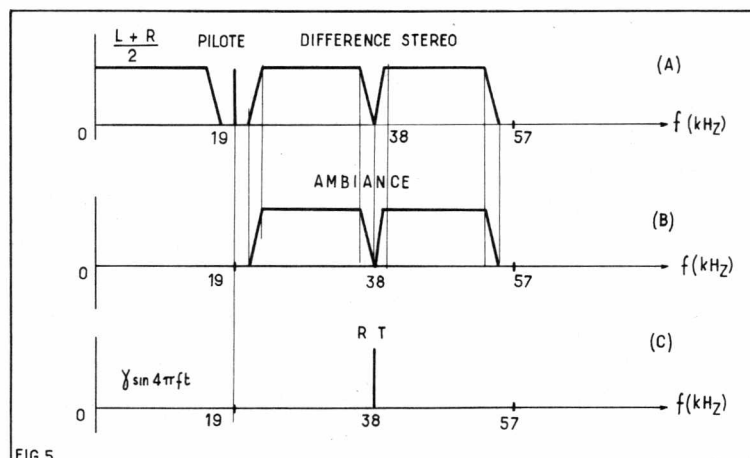
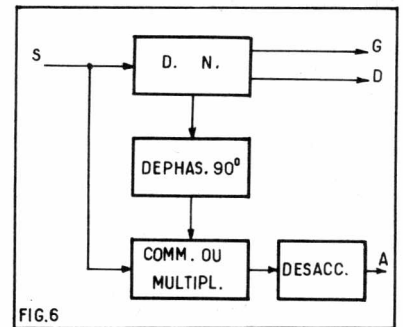

FIG.5
FIG.6
est, comme on le sait, dérivé du procédé ZENITH-GE. Il se présente comme indiqué à la figure 5 (A). Au-dessous de 19 kHz, il y a la bande transmettant le signal 0,5 (L + R) qui réalise la compatibilité car il contient la somme des deux signaux G et D et permet la réception monophonique. A 19 kHz, on trouve le signal pilote et, de part et d'autre de 38 kHz, sous-porteuse supprimée, sont les bandes latérales, à modulation d'amplitude du signal différence G - D qui permet d'obtenir la stéréophonie à l'aide d'un décodeur normal choisi parmi les plus modernes (*). Dans le QUART on transmet un deuxième signal à sous-porteuse supprimée, sur 38 kHz également, en quadrature avec celui existant. Ce signal supplémentaire sera celui du troisième canal. De plus, il y a également un signal en phase avec le signal différence, à niveau constant qui se nomme REFERENCE TONE et que nous désignerons en abrégé par RT.
+ $\beta A \cos 4 \pi f t + \gamma \sin 4 \pi f t$ (1) f étant la fréquence pilote 19 kHz et 2 f la fréquence de sous-porteuse 38 kHz, a, β et γ sont des constantes standardisées en émission et réception. Dans le cas du QUART, a, β et γ sont positives. A la figure 5 (B) on montre le signal QUART A, $\beta A \cos 4 \pi f t$. Le signal RT est montré en son emplacement à la figure 6 (C). L'ensemble (A) (B) et (C) donne le signal QUART composite.
La figure 6 donne le principe d'un ensemble décodeur pour stéréo à trois canaux, système QUAD.
Revenons au décodeur de la figure 6 pour stéréo 3 canaux. Du décodeur normal DN, le signal à 38 kHz est transmis au déphaseur. Le signal à 19 kHz étant de la forme $\sin 2 \pi f t$ (avec f = 19 kHz), celui à 38 kHz a la forme $\sin 4 \pi f t$. Ce signal à 38 kHz est déphasé de 90° ce qui donne un signal de la forme $\cos 4 \pi f t$. On l'applique au circuit de commutation ou de multiplication qui recevant également le signal composite, donnera à la sortie le signal BF du 3^e canal qui était introduit, en quadrature avec le signal différence G - D. Il est nécessaire d'éliminer le signal somme G + D du signal composite avant que celui-ci soit appliqué au commutateur-multiplicateur.
Un décodeur comme celui représenté symboliquement par la figure 6, sera très probablement, s'il voit jamais le jour, en circuits intégrés ce qui rendra simple le montage et l'emploi d'un montage compliqué.